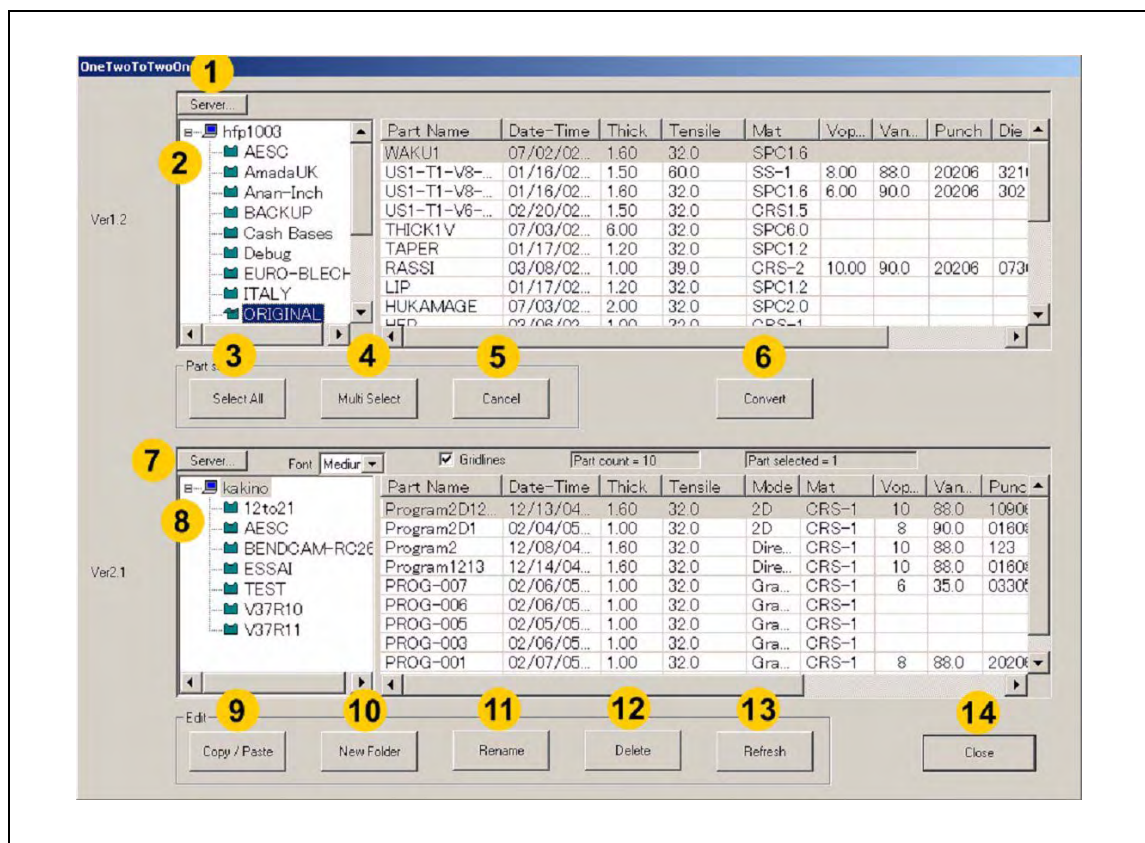

Abb. 6-139 „VerUP 1.2 to 2.1“-Display
- 4 **Bedienfeld „Multi Select“ (Mehrfachauswahl) (Abb. 6-139, Seite 6-193)**
- 5 **Bedienfeld „Cancel“ (Auswahl aufheben) (Abb. 6-139, Seite 6-193)**
- 6 **Bedienfeld „Convert“ (Starte Konvertierung) (Abb. 6-139, Seite 6-193)**
- 7 **Bedienfeld „Server“ (Datenziel) (Abb. 6-139, Seite 6-193)**
- 8 **Anzeigefeld „Verzeichnisliste“ (Datenziel) (Abb. 6-139, Seite 6-193)**
- 9 **Bedienfeld „Copy / Paste“ (Kopieren / Einfügen) (Abb. 6-139, Seite 6-193)**
- 10 **Bedienfeld „New Folder“ (Neues Verzeichnis) (Abb. 6-139, Seite 6-193)**
- 11 **Bedienfeld „Rename“ (Umbenennen) (Abb. 6-139, Seite 6-193)**
- 12 **Bedienfeld „Delete“ (Löschen) (Abb. 6-139, Seite 6-193)**
- 13 **Bedienfeld „Refresh“ (Anzeige erneuern) (Abb. 6-139, Seite 6-193)**
- 14 **Bedienfeld „Close“ (Schließen) (Abb. 6-139, Seite 6-193)**